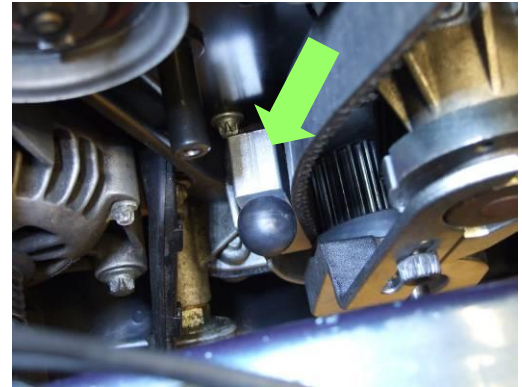

Figure 13
- Mettre en place la courroie neuve en commençant par coiffer le pignon de vilebrequin. Attention au sens de la courroie : les flèches doivent être orientées dans le sens de rotation du moteur. Mettre en place l'outil KM 800-30 pour empêcher la courroie de sortir des dents du pignon, Figure 13.